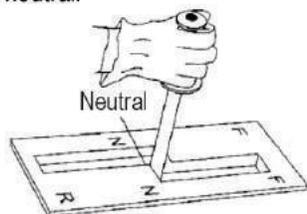

Figura 18. Palanca de Cambios
4. Asegúrese que la palanca de cambios del rodillo (Figura 18) esté en posición neutral.